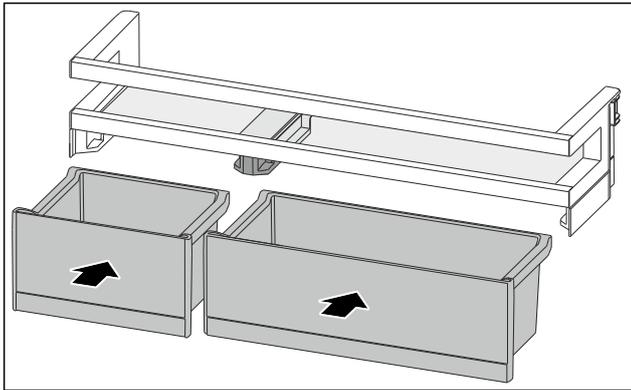

Fig. 121
- ▶ VarioBoxen in getauschter Anordnung einsetzen. (siehe Fig. 121)